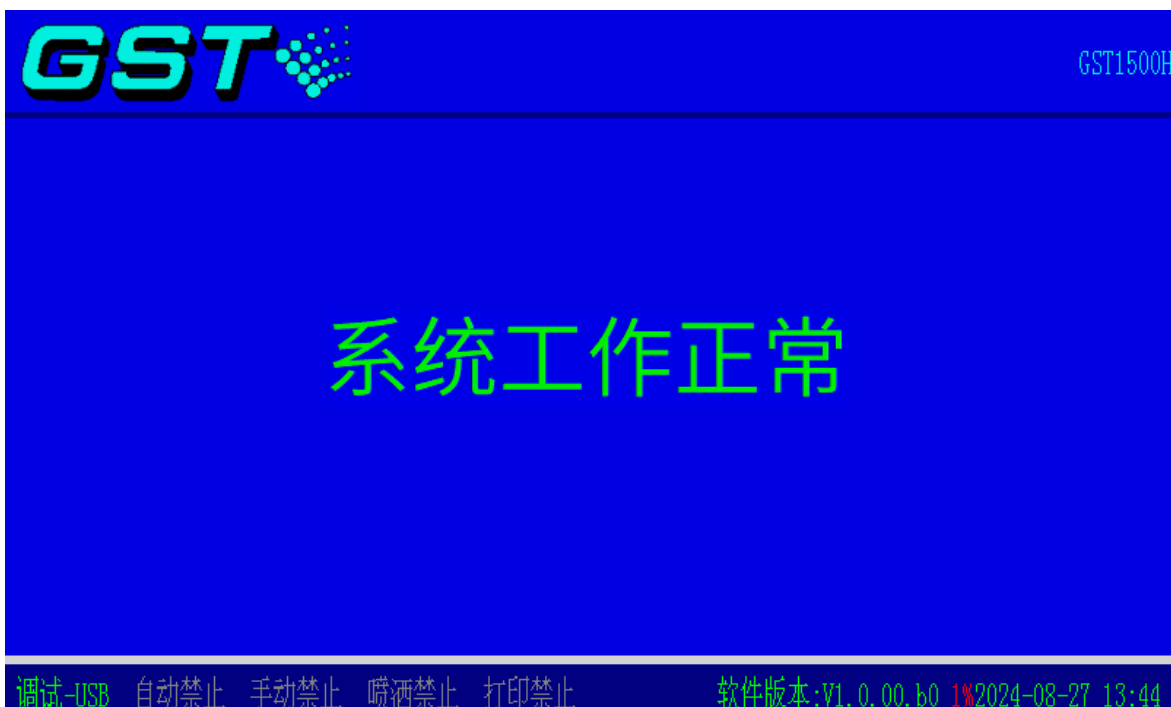

图 4-2
- ✧ 开机注册，进入正常运行界面，正常运行时的窗口显示如图 4-2，窗体底部深蓝色区域为状态栏，显示内容为控制器当前的工作状态（调试模式）、软件版本以及当前时间。